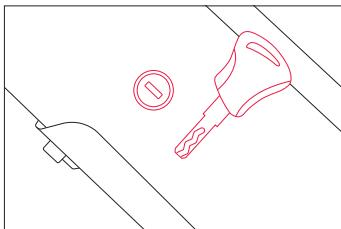

Abbildung 2
**HINWEIS:** Bitte bewahren Sie Ihren Schlüssel und den Ersatzschlüssel an einem sicheren Ort auf. Sollten Sie sie verlieren, sind sie nur sehr schwer zu kopieren. Die Schlüsselnummer stimmt mit der Nummer auf dem Schlüsselloch überein (abb. 2). Wenn Sie die Schlüssel verloren haben, bitte geben Sie uns die Schlüsselnummer, um neue Schlüssel zu bekommen.